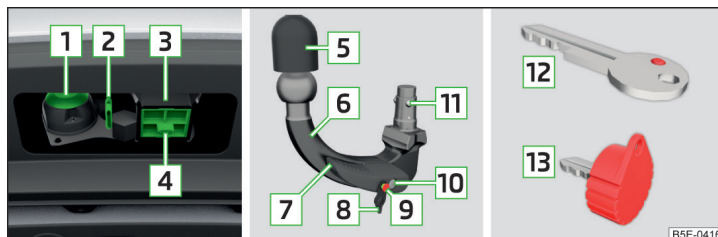

Abb. 295 Träger der Anhängervorrichtung / Kugelstange / Schlüsselvarianten
Träger der Anhängervorrichtung, Kugelstange und Schlüsselvarianten (ausstattungsabhängig) » Abb. 295
- Die Abdeckkappe für den Aufnahmeschacht **4** nach unten abziehen » Abb. 295 auf Seite 262.